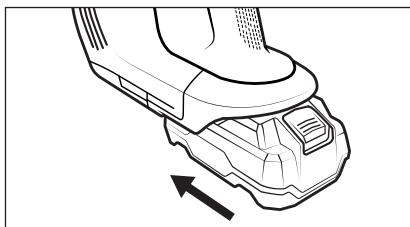

Fig. 3
- 3) Introduzca una batería de la X 20 V TEAM Serie (véase el capítulo **Información sobre la batería**) en el alojamiento para la batería 1 hasta que encaje de forma audible (véase la fig. 3).